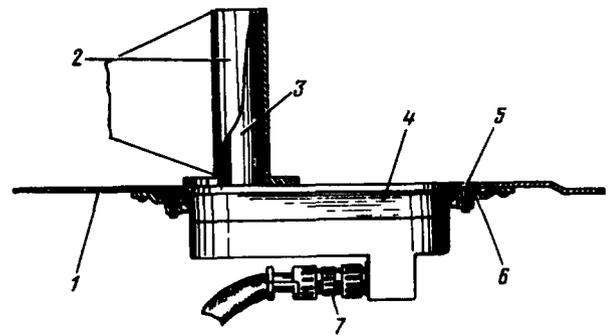

Рис. 121. Установленный датчик сигнализатора обледенения РИО-3:
1. Разъединить штепсельный разъем 7 на датчике (рис. 121).